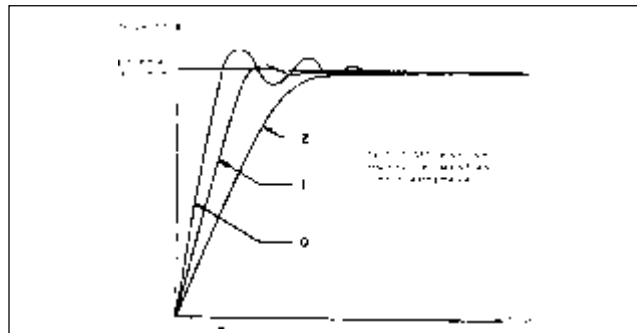

Figura 28 - Programações do auto-tune
*Nota: caso após o procedimento do "auto-tune", o resultado final apresente sobre-temperatura inaceitável para o sistema, deve-se optar por outro tipo maior de "auto-tune". Observe que a figura 28 procura demonstrar a comparação do desempenho final para cada programação do "auto-tune": o tipo "0" oferece a resposta mais rápida com a maior sobre-temperatura possível, e o tipo "2" oferece uma resposta mais lenta com o mínimo de sobre-temperatura possível (veja parâmetro "**Ecod**" no módulo #2).*